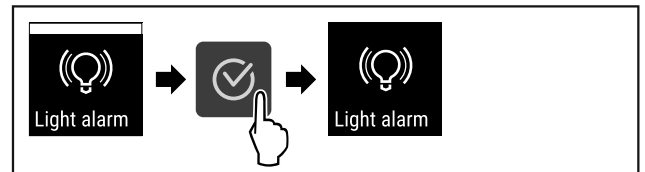

Fig. 99
- ▶ Suorita toimenpidevaiheet (katso Fig. 99) .